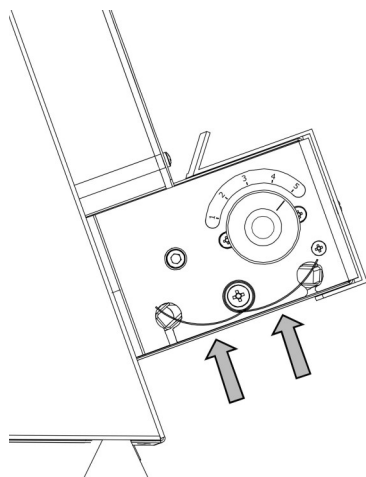

FIG.7 (rimozione molle) / (removing springs)
- 1) Spingere le molle verso l'alto in modo da farle uscire dalla vite di supporto; (**FIG 7**)
- 1) Die Feder hoch ziehen, damit sie aus der Stützschraube hinauskommen (**FIG. 7**);